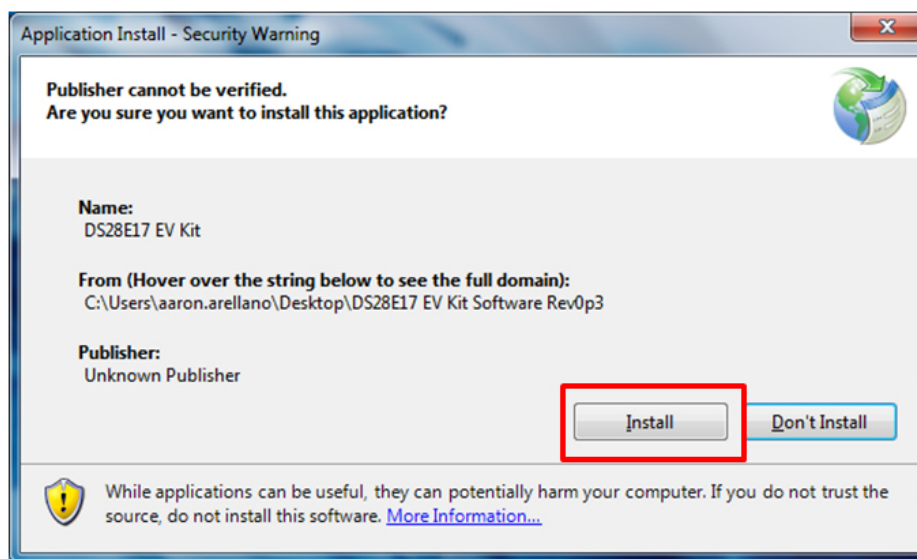

Figure 9. DS28E17 EV Kit Application Install
- 12) Click on the **Install** button to start installation (Figure 9).